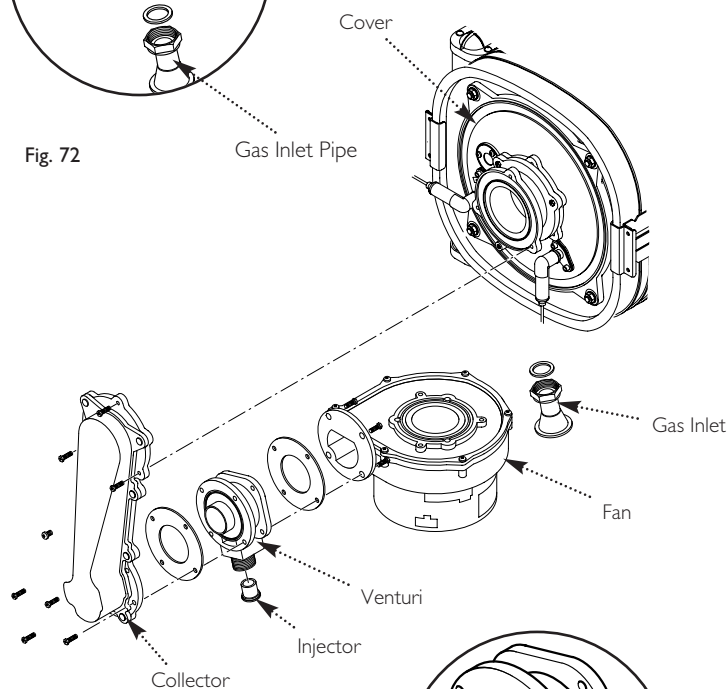

Fig. 71
14.3 Fan (Fig. 71)
14.4 Venturi (Fig. 71)
14.5 Injector (Fig. 71)